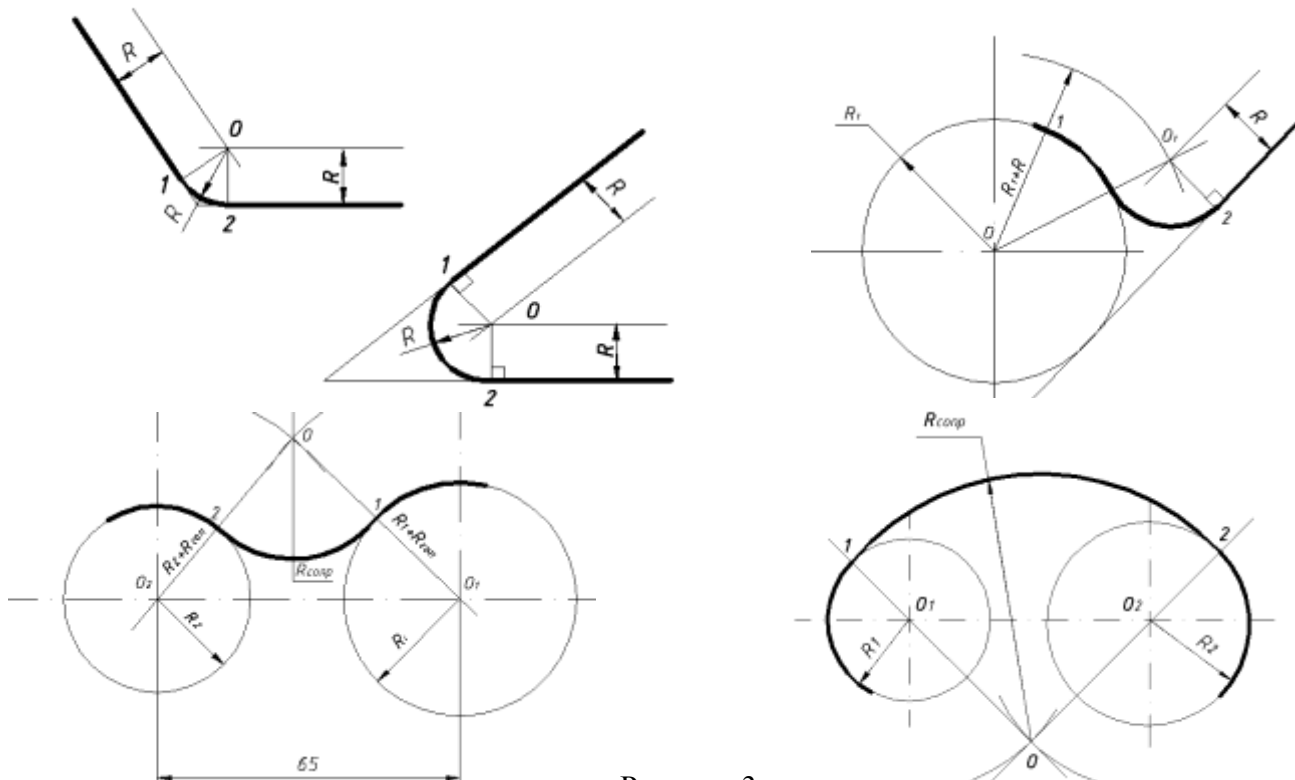

Рисунок 3
- 3 При построении чертежа детали по заданию 6 требуется уметь делить окружность на равные части, а также выполнять сопряжения двух прямых, прямой и окружности, двух окружностей (рис. 3). Пример геометрических построений - [2], задания 3,4.